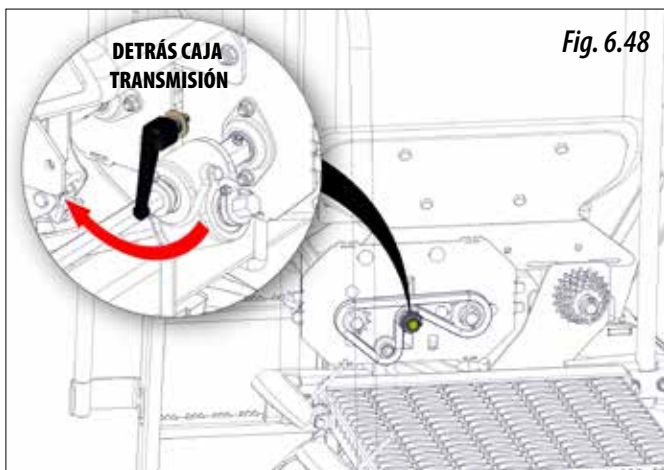

Fig. 6.48
- 4- Volver a montar la cadena y tensarla a través del piñón tensor, apretar bien la maneta (Fig. 6.48).